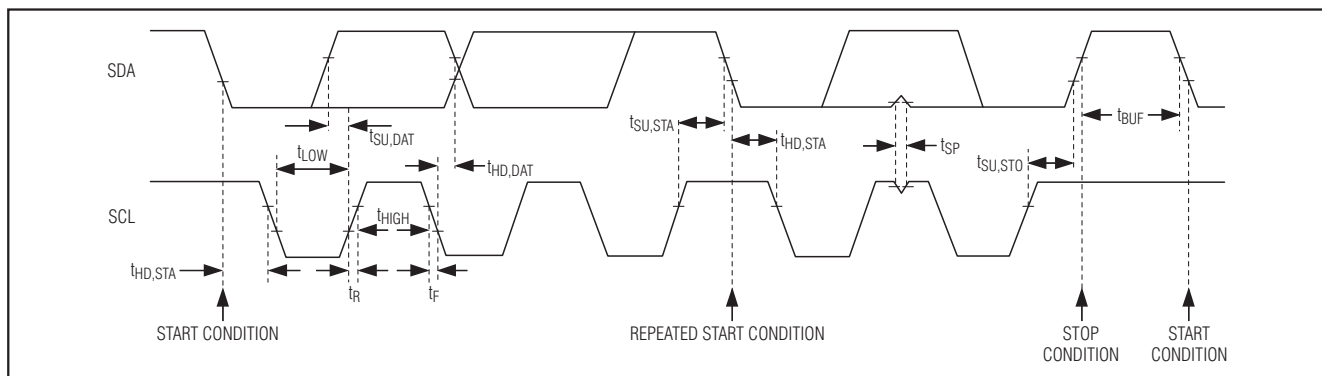

图6. 2线接口时序图
MAX9860采用I²C/SMBus™兼容的2线串行接口，包括一根串行数据线(SDA)和一根串行时钟线(SCL)。SDA和SCL的时钟速率高达400kHz，方便了MAX9860和主机之间的通信。图6所示为2线接口的时序图。主机在总线上产生SCL并发起数据传输。主机发送相应的从地址、随后跟寄存器地址、紧接着发送数据字，以向MAX9860写入数据。每一个传输序列由START (S)或REPEATED START (Sr)条件和STOP (P)条件构成帧。发送至MAX9860的每个字长为8位，其后是应答时钟脉冲。主机从MAX9860读取数据时，发送相应的从地址，随后紧接着9个SCL脉冲。MAX9860